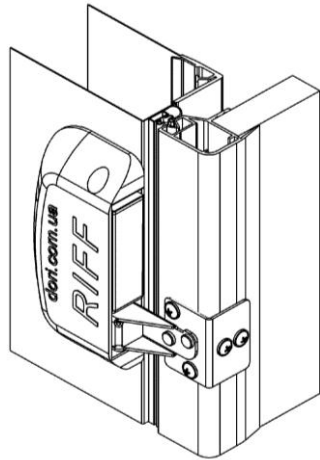

Рис. 1
Замок может устанавливаться преимущественно на наружной стенке холодильного или мебельного шкафа (см. рис. 1 и 2).
6. Установить пластмассовую крышку на стенку холодильного шкафа таким образом, чтобы верхняя часть крышки легла на верхнюю часть замка. При этом внизу образуется отверстие для свободного входа ответной планки (см. рис.1). Соединительный провод пропустить через пазы, находящиеся на задней стороне крышки. Закрепить крышку четырьмя саморезами 4,2x16.